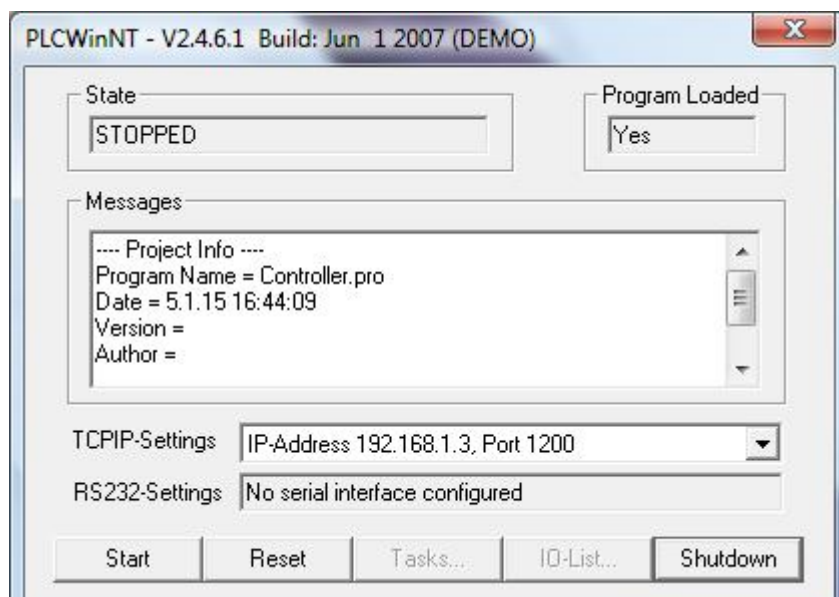

Рис. 46. Окно программы PLC WinNT.
4. Запустить PLCWinNT (Пуск → Все программы → 3S Software → CoDeSys SP PLC WinNT → CoDeSys SP PLC WinNT V2.4) (рис. 46), установить связь и загрузить программу в «контроллер».